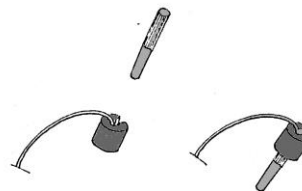

Fig.7
- Inserire la spina di legno D in modo da bloccare il cordino al cilindro di plastica. (fig. 7)